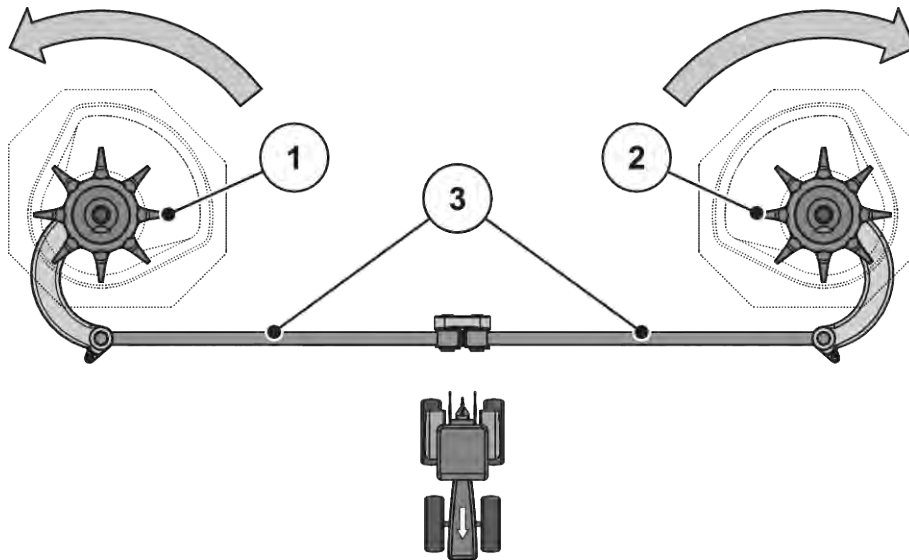

Fig. 54: Kontrollera omrörardrivningen.
- Vrid omröraren för hand i **spridartallrikens rotationsriktning**. Se Fig. 54 Kontrollera omrörardrivningen..
- Vrid omrörarhuvudet kraftigt för hand eller med hjälp av ett oljefilterband **mot spridartallrikens rotationsriktning**. Se Fig. 54 Kontrollera omrörardrivningen.